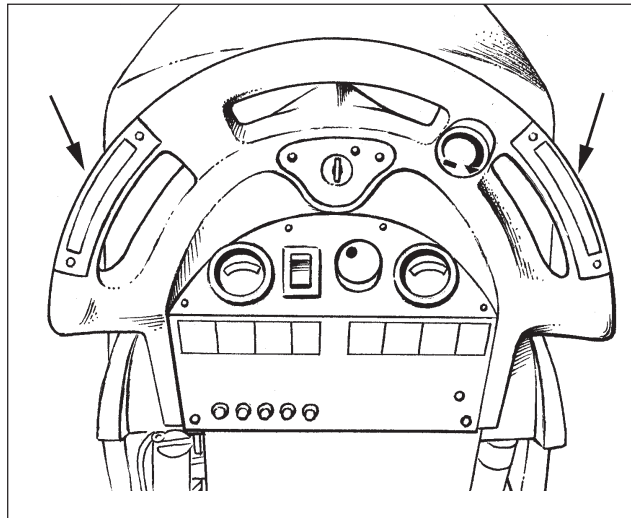

Figura 1
8. Para el modelo "L": pulse uno de los interruptores marcha adelante / atrás, presionando al mismo tiempo el botón blanco "marcha atrás". Retrocediendo, guíe la máquina sobre la rampa. (Véase figura 1.)